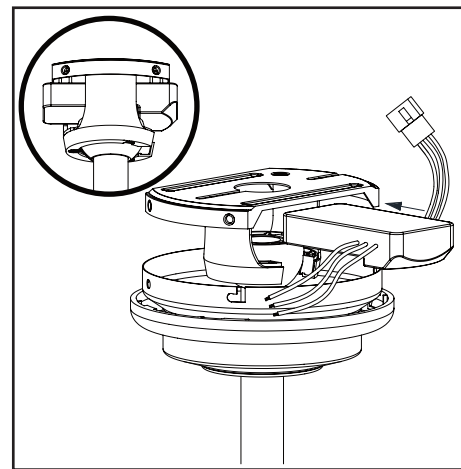

Figura 13
2. Inserta el extremo angosto del receptor (como se muestra: el lado plano hacia el techo) en el soporte de montaje deslizante hasta dejarlo apoyado en la parte superior del conjunto de tubo bajante/esfera. (Figura 13)